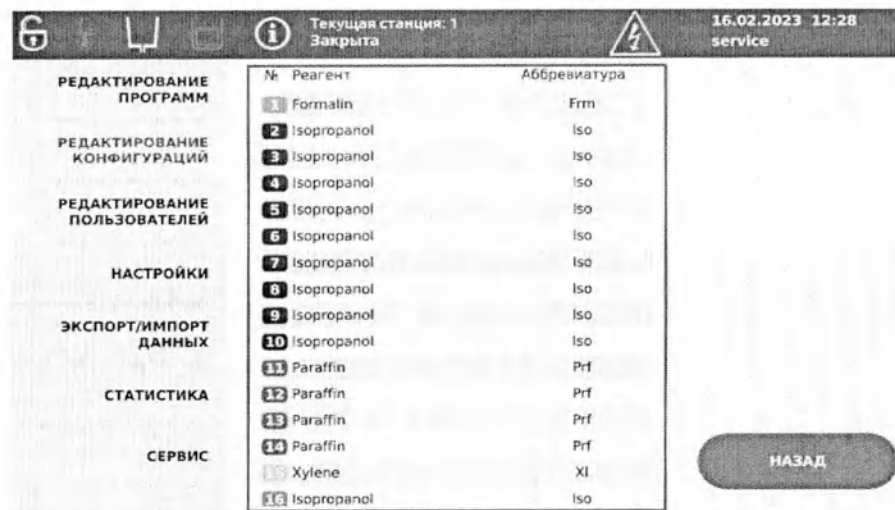

Рисунок 6.18 – Список реагентов для каждой станции
6.9.2 Выберите пункт меню **РЕДАКТИРОВАНИЕ КОНФИГУРАЦИЙ** для просмотра конфигурации (Рисунок 6.18).